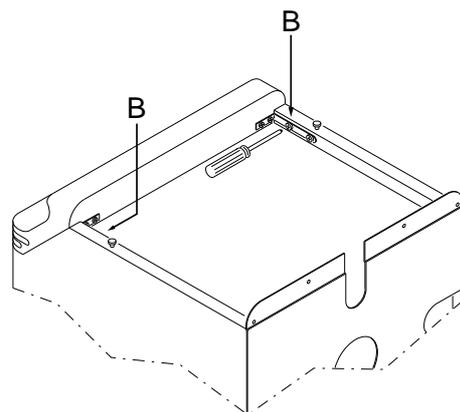
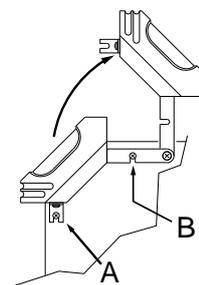

fig. 53
fig. 54
- allentare le viti B (fig.53) e ruotare il pannello come indicato in fig.54.